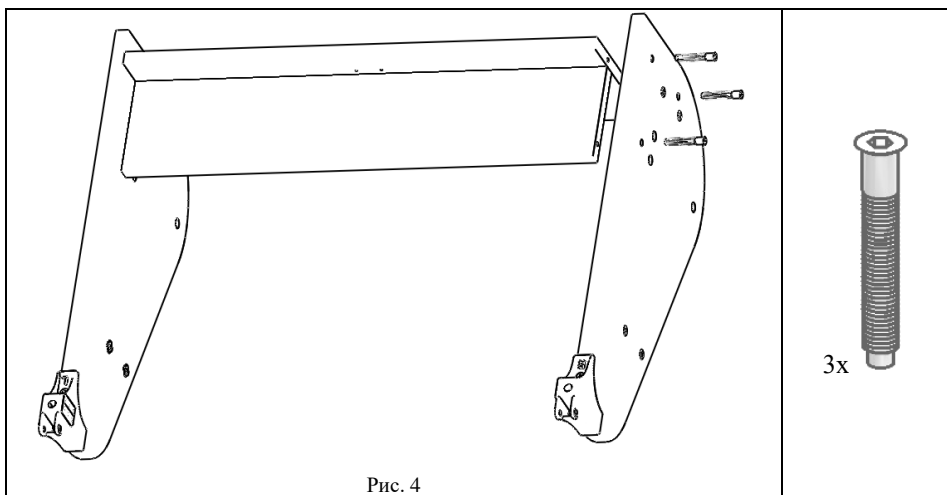

Рис. 4
5.1.4. К сборке по п. 5.1.3 прикрутить с помощью винтов конфирмат (поз. 1, пакет № 157) стенку боковую правую (сборка по п.5.1.1.2), см. рис.4.